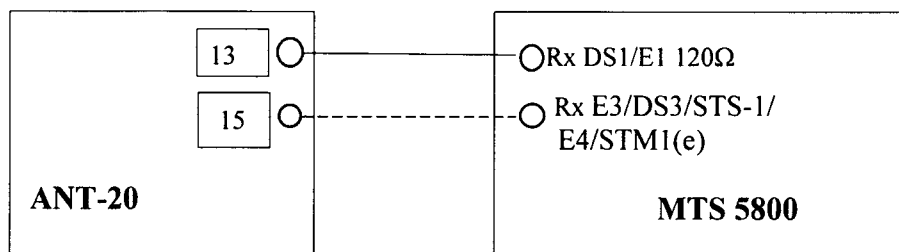

Рисунок 7.
**Пояснение к рис. 7:** указанные на схеме соединения выполняются посредством симметричных и коаксиальных кабелей из комплектов используемых средств поверки.